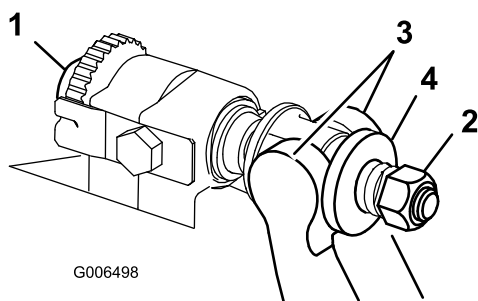

Figure 34
1. Tournez les vis de réglage de la barre d'appui dans le sens antihoraire pour éloigner la contre-lame du cylindre (Figure 34).
2. Faites sortir l'écrou de tension du ressort jusqu'à ce que la rondelle ne soit plus tendue contre la barre d'appui (Figure 34).